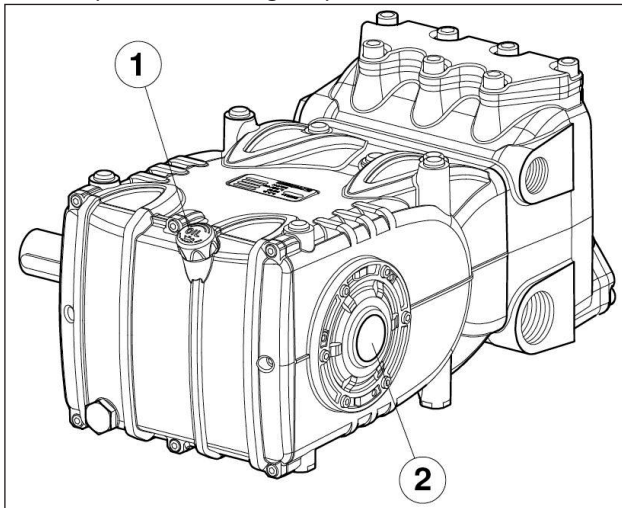

Fig. 14
5. O óleo no cárter da bomba está no nível, verificando com a respectiva vareta (Fig. 14, pos. ①) e excepcionalmente com a luz-piloto de nível (Fig. 14, pos. ②).